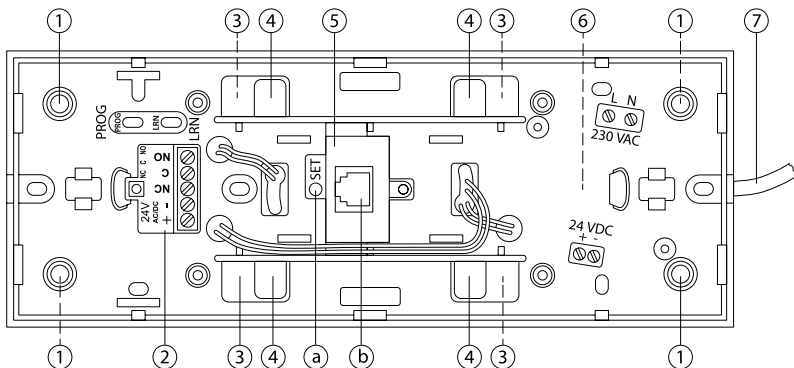
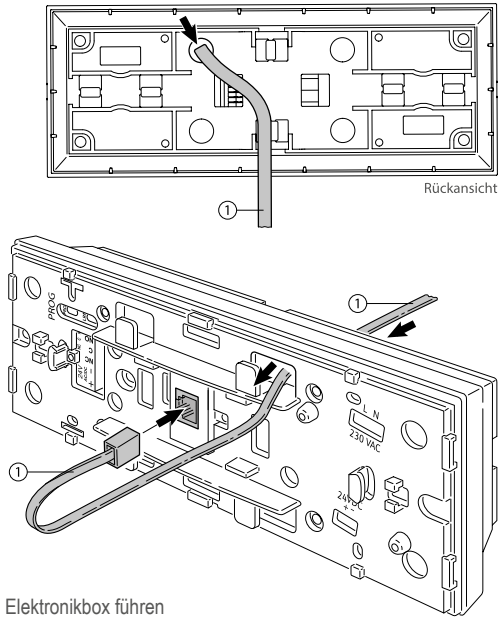
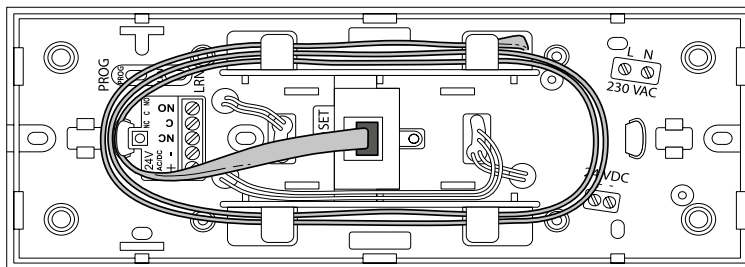

Fig. 10: Aufbau Heatfixx Elektronikbox Aufputz
Fig. 19: Pumpenkabel durch die Elektronikbox führen
Fig. 20: Pumpenkabel um die Kabelaufwicklung legen und am Modul Heatfixx aufstecken
6.1.1 Aufbau der Heatfixx-Elektronikbox Aufputz (Fig. 10):
- Das Pumpenkabel an der Rückseite der Elektronikbox durch eine der vier dafür vorgesehenen kreisrunden Öffnungen durchführen und auf einer der vier gegenüberliegenden rechteckigen Öffnungen auf der Oberseite herausführen (Fig. 19) (vgl. auch Fig. 10).
- Das Pumpenkabel an der Vorderseite der Elektronikbox soweit erforderlich um die dafür vorgesehene Kabelaufwicklung (vgl. auch Fig. 10) aufwickeln und am Modul Heatfixx aufstecken (Fig. 20).